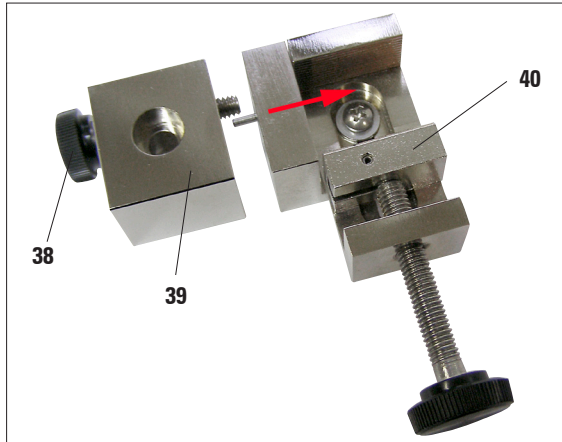
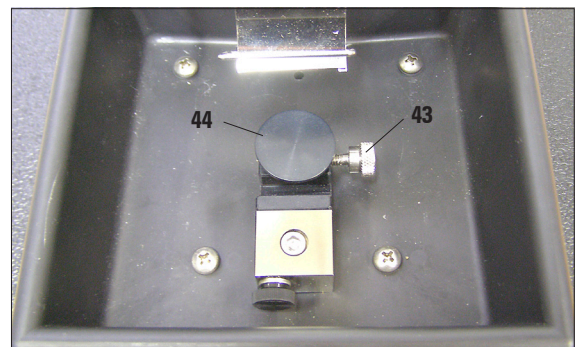

Abb. 23
Abb. 25
- Die Rändelschraube (38) vollständig lösen. Jetzt lässt sich die Probenklemmung (40) vom Grundkörper (39) abnehmen (Abb. 23).
- Die orientierbare Probenaufnahme (42) so an den Grundkörper ansetzen, dass der Zapfen (41) in die dafür vorgesehene Bohrung (45) passt.
- Dann die Rändelschraube (38) in das Gewinde eindrehen, festziehen und so die orientierbare Probenhalteraufnahme (41) am Grundkörper (39) befestigen.
- Der Einbau in die Vibratomwanne (23) erfolgt wie in Kap. 4.7 beschrieben (Abb. 25).